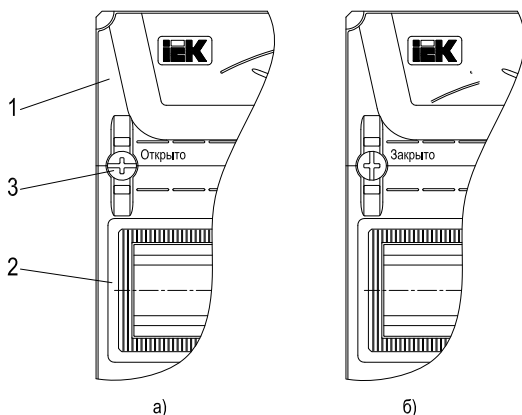

Рисунок 2 – Оперативная панель
6.2 Открыть дверь корпуса и посредством отвёртки повернуть крепёжные клипсы на оперативной панели на угол 90° (шлиц на головке клипсы должен встать параллельно DIN-рейке), при этом панель отщелкнется со стоек и её можно снять (рисунок 2а). Торцевым гаечным ключом на 10 мм открутить гайки и демонтировать из оболочки монтажную раму.
6.6 Установить оперативную панель. Для этого повернуть крепёжные клипсы таким образом, чтобы шлиц на головке встал перпендикулярно DIN-рейке и надавить на них, при этом панель защелкнется в стойке (рисунок 2б).